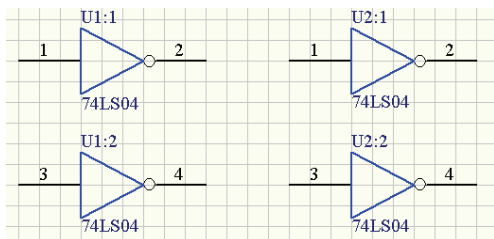

图 2-96 以数字显示后缀
- **Numeric:** 选中该单选按钮，则后缀以数字表示，如 1、2 等，如图 2-96 所示为元器件的后缀显示。